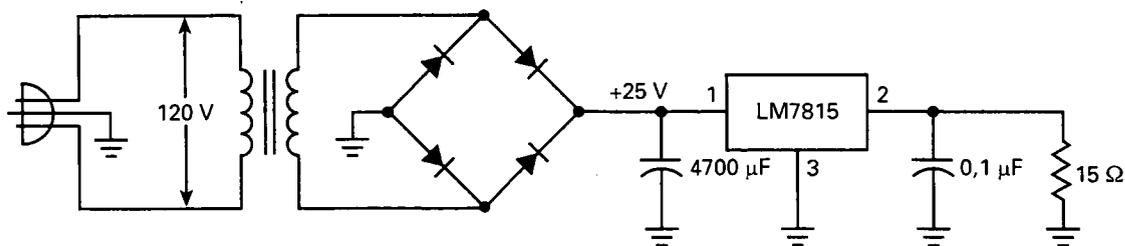

Figura 24-33. Ejemplo.
- 24-14. ¿Cuál es la corriente de carga en la Figura 24-33? ¿Y la tensión diferencial entrada/salida? ¿Y la potencia disipada en el LM7815?
- 24-15. ¿Cuál es el rizado a la salida de la Figura 24-33?